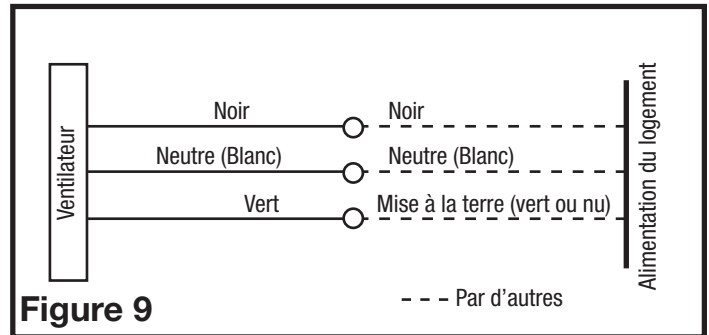

Figure 9
3. Pour les ventilateurs à deux vitesses, raccordés pour une ventilation continue, connectez le fil blanc du ventilateur au fil blanc (neutre) de la source d'alimentation. Connectez le fil de terre de la maison au fil vert du boîtier du ventilateur. Connectez le fil noir du ventilateur au fil noir (chaud) de la source d'alimentation. Le ventilateur fonctionnera à faible vitesse, en continu, et augmentera à haute vitesse lorsqu'un mouvement est détecté. Utilisez un interrupteur à bascule standard duplex, correctement mis à terre (comme Leviton 5224 -2W, non inclus) pour relier le fil noir de la source d'alimentation à un côté de l'interrupteur du haut et du bas. Un interrupteur à commande manuelle (non inclus) peut être utilisé pour éteindre manuellement le ventilateur (Figure 9).